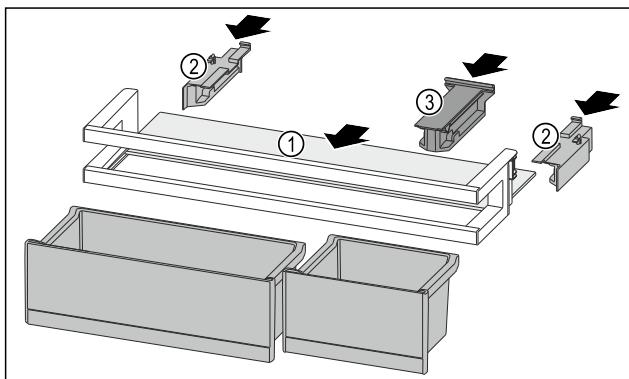

Fig. 122
- Odlagalno polico Fig. 122 (1) vstavite v stranske utore.
- Vstavite stranske dele Fig. 122 (2).
- Vstavite držalni del Fig. 122 (3).